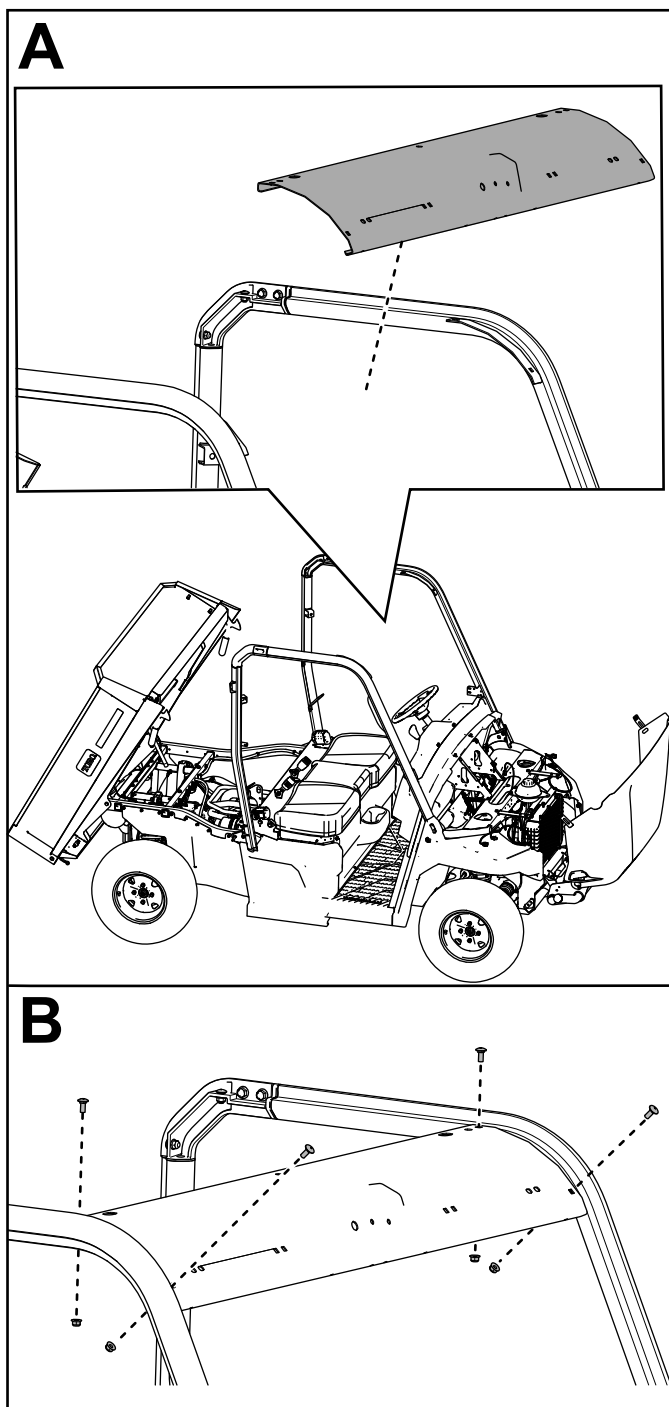

**Figura 15**
9. Fissate senza serrare il gruppo barra rotazione anteriore di destra al pannello del cruscotto con 1 bullone a testa esagonale con rondella ( $\frac{1}{4}$ " x 1") e 1 dado di bloccaggio ( $\frac{1}{4}$ ") come illustrato nella Figura 15.